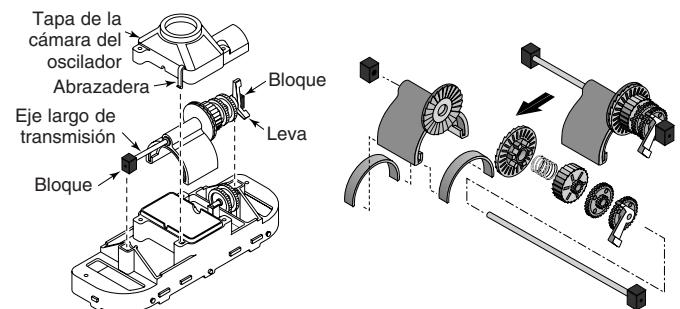
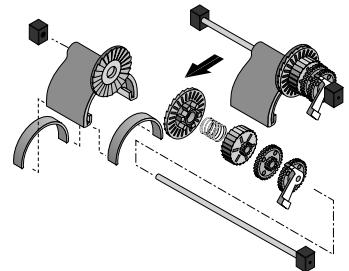

Figura 20A
Figura 20B
3. Coloque la unidad del cuerpo inferior boca arriba. Desabroche las 2 abrazaderas en la tapa de la cámara del oscilador (Figura 20A); levante y saque.
4. Jale del eje largo de transmisión directamente hacia arriba (Figura 20A) por los bloques en los extremos del árbol. Sujete las juntas en el oscilador y los bloques en el eje. La leva puede interferir con el poste de montaje del eje; de ser así, hágala girar ligeramente sobre el eje hasta que haya pasado por el poste. Ahora se puede desensamblar la unidad del eje (Figura 20B).
5. Deslice el eje largo de transmisión fuera del oscilador (completo con los engranajes); asegúrese de no perder las juntas cuando las saque del oscilador ya que pueden caerse en este momento (Figura 20B).